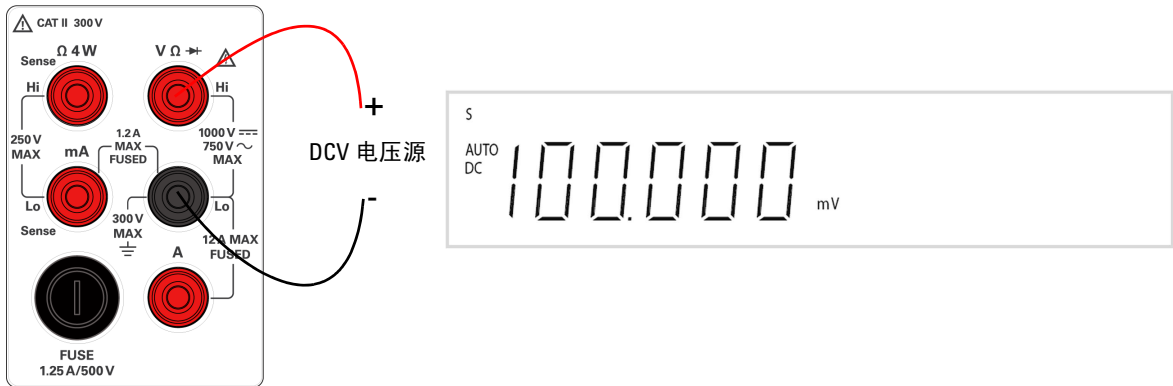

图 2-2 DCV 端子连接和显示
- 2 按图 2-2 所示，将红色和黑色测试引线连接到各自的输入端子。